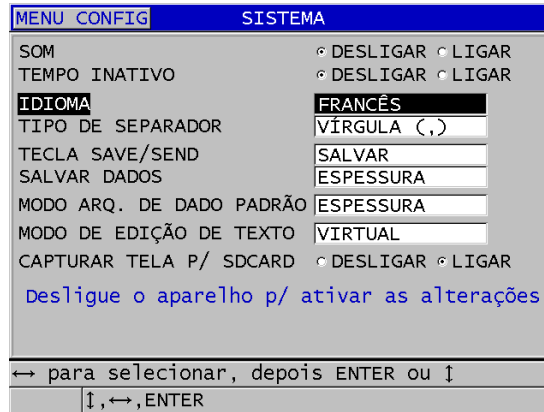

Figura 4-1 Selecionar idioma da interface do usuário
3. Na tela **SISTEMA** (veja Figura 4-1 na página 58)